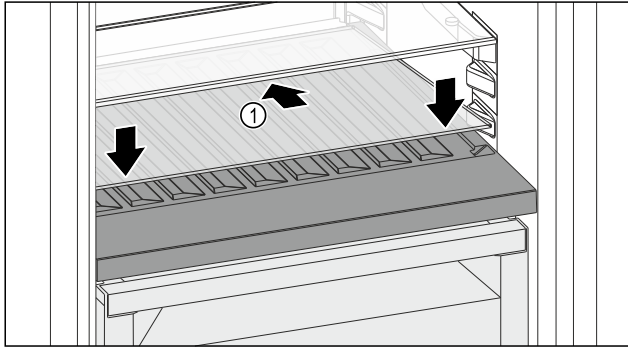

Fig. 158
- Cam rafı Fig. 158 (1) eğri bir şekilde ve arka aşağıya doğru eğimli olarak yerleştirin.
- Cam rafı Fig. 158 (1) önde indirin.